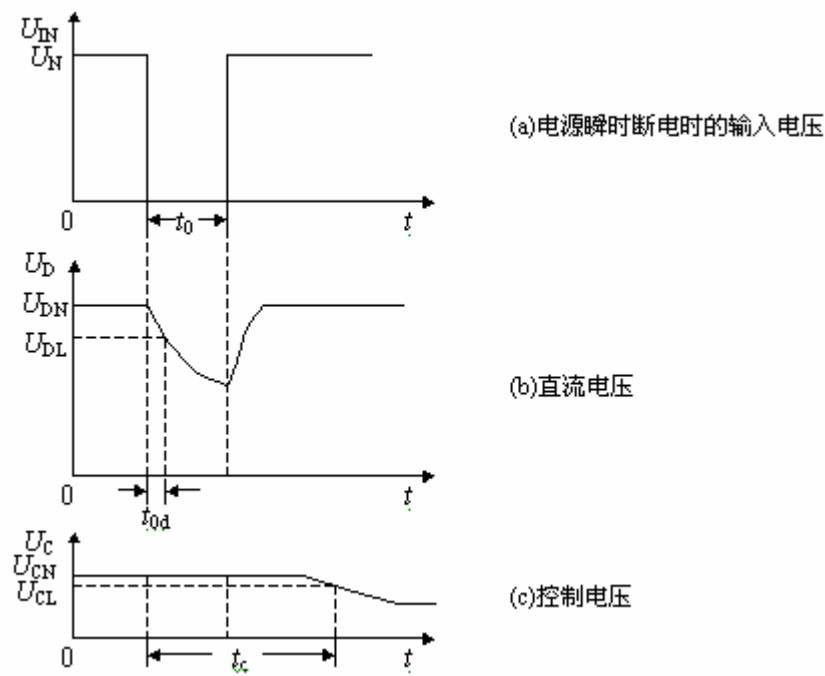

图 3-117 瞬时电压
瞬时断电的含义是电源电压由于某种原因突然下降或电源电压消失,但很快又恢复,停电时间 $t_0$ 很短如图3-117(a)所示。
- 主电路直流电压:在刚断电的瞬间,逆变电路还在工作,故电压下降很快,设主电路直流电压从额定状态的 $U_{DN}$ 下降到下限值 $U_{DL}$ (欠压保护的动作电压)所需时间为 $t_{od}$ ,如图3-117(b)。